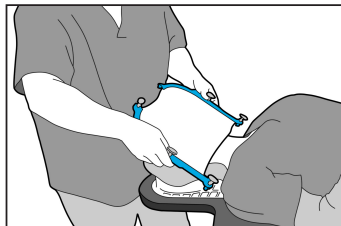

Fig. 2
4. Commencer par accrocher le bord du masque thermoplastique sous le menton du patient en le maintenant incliné à 45° vers le visage du patient (Fig. 2).